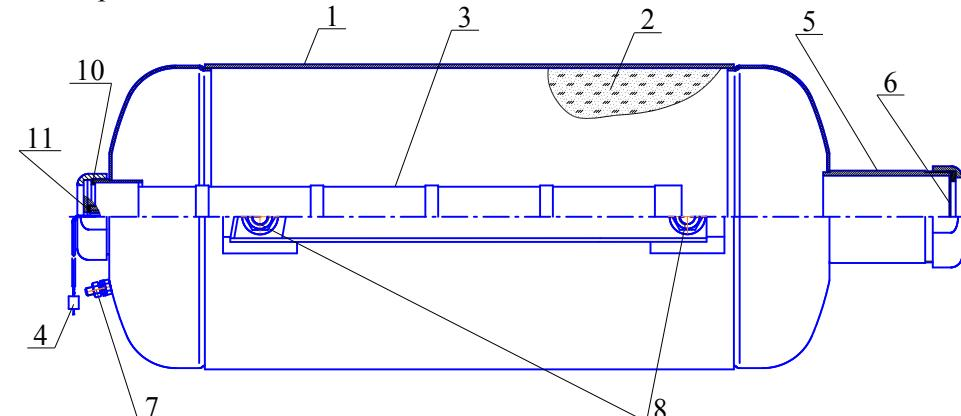

Рисунок 1
4.1.1 МПП (см. рисунок 1) состоит из корпуса 1, в котором размещаются огнетушащий порошок (ОП) 2 и источник холодного газа (ИХГ) 3 с элементом электропусковым 4. В передней части корпуса находится насадок-распылитель 5, выходное отверстие которого перекрыто мембраной 6. Модуль имеет заземляющий зажим 7. На боковой поверхности корпуса имеются четыре резьбовые оси 8 для крепления опор, обеспечивающих регулирование угла наклона МПП и его установку на стапеле. Порядок сборки МПП с опорами и установки на стапеле изложен в Приложении А.
- ИХГ-24(М)-01 СИАВ 066614.025.000 ТУ для МПП нормального исполнения или ИХГ-24(М)-02 СИАВ 066614.025.000 ТУ для МПП специального исполнения (поз. 3 рисунок 1) – 1 шт.;
- резиновое кольцо 050-054-25 ГОСТ 9833-73 (поз. 10 рисунок 1) – 1 шт.;
- резиновая прокладка черт. СИАВ 634233.006.023 (поз. 11 рисунок 1) – 1 шт.;
- огнетушащий порошок ИСТО-1 ТУ 2149-001-54572789-00 (поз. 2 рисунок 1) – 22 кг;
- мембрана черт. СИАВ 634233.007.005 (поз. 6 рисунок 1) – 1 шт.